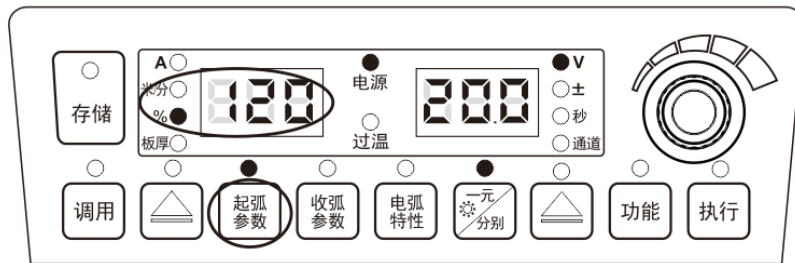

图 3-4 起弧参数百分比设置界面
2. “%”指示灯点亮且左边数码管闪烁时，通过面板旋钮设置起弧段送丝速度的百分比，设置结束后，按“执行”键确认，如图3-4所示。